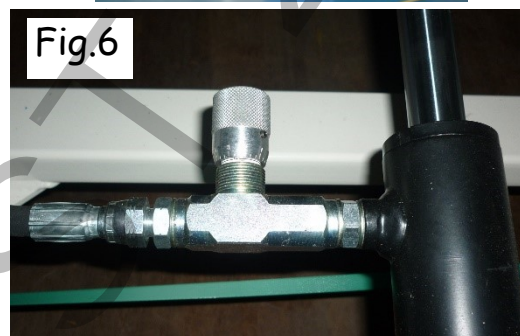

Fig.6
- Replier le but en vérifiant le bon réglage du limiteur de débit permettant une descente lente et sans à coup (fig6).
- Fold back the goal by checking the correct adjustment of the flow limiter allowing a slow and smooth descent (fig6).